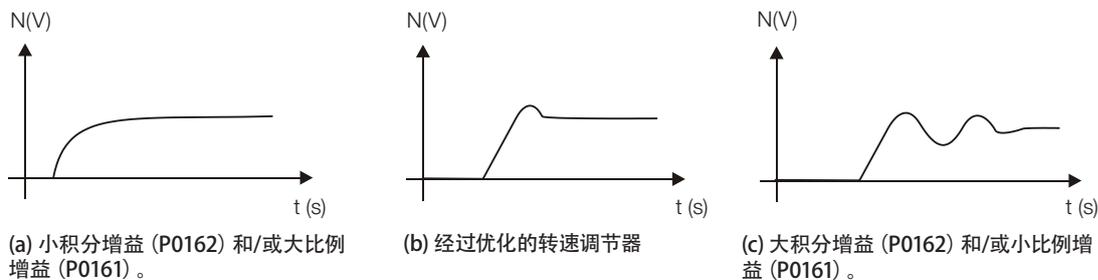

图11.4: (a) 到 (c) - 转速调节器响应类型
6. 查看11-14页图11.4中的几个选项, 看看哪条波形更接近所观察到的转速信号。
7. 根据11-14页图11.4中的响应类型对参数P0161和P0162进行调节。